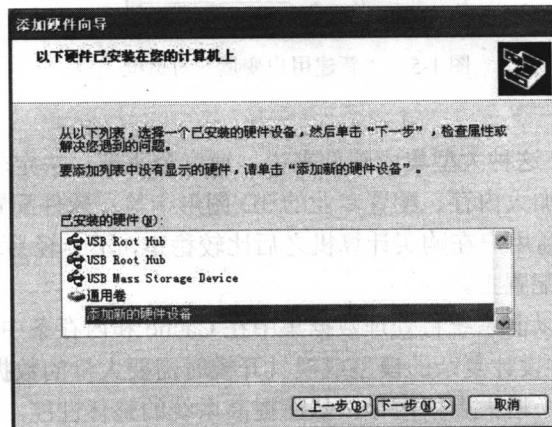

图 1-8 “添加硬件向导”对话框
(1) 在控制面板中找到“添加硬件”超链接并单击启动，如图 1-8 所示。